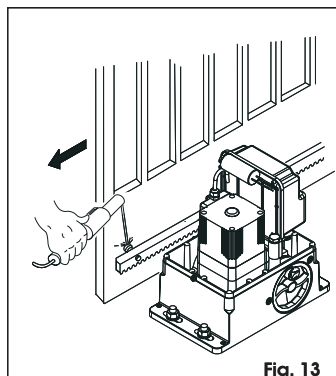

Fig. 13
3. Leg het eerste stuk van de tandheugel vlak op de pignion, en las de pal met schroefdraad aan de poort, zoals te zien is op fig. 13.
Plaats de kabels in de kanalen volgens de aanwijzingen van fig. 13, en maak de elektrische verbindingen met de gewenste accessoires.